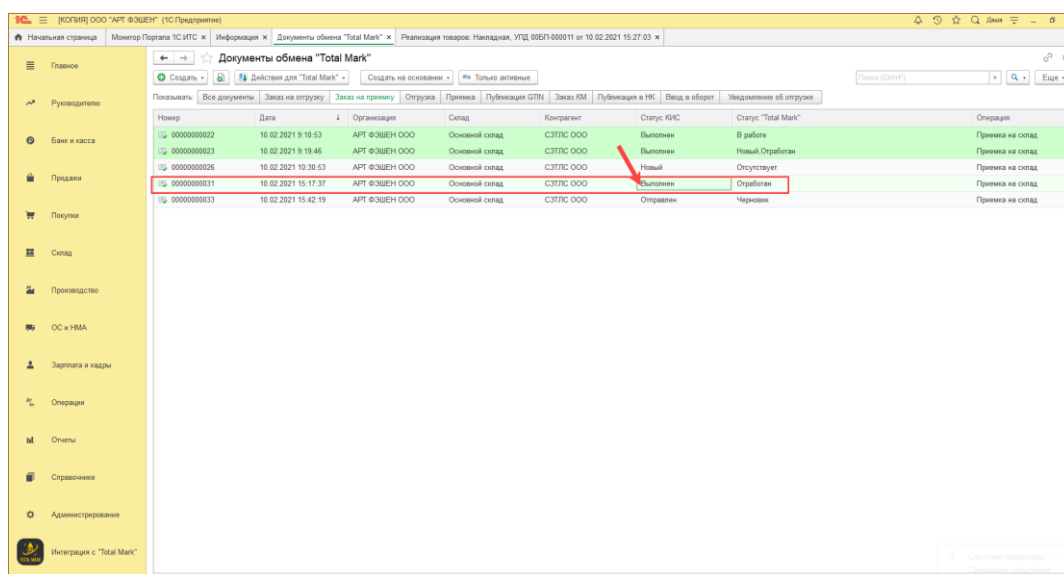
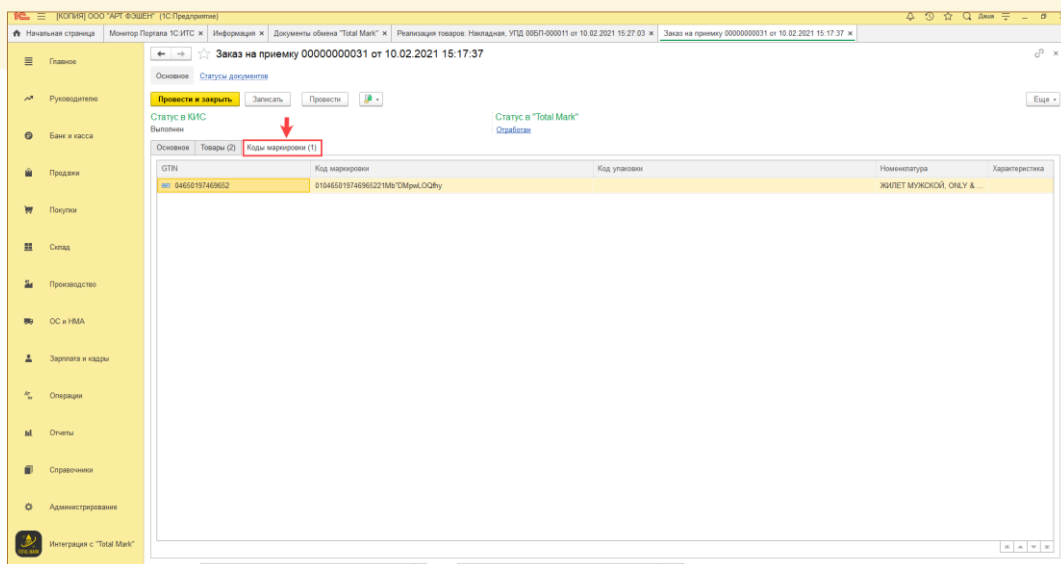

Рис. 10-20 - Получение данных по приемке в 1С: БП
Рис. 10-21 - Получение данных по приемке в 1С:БП
5.2. В документе статус будет изменен на «Выполнен» (Рис. 10-20), а на вкладке «Коды маркировки» размещены принятые коды (Рис. 10-21).